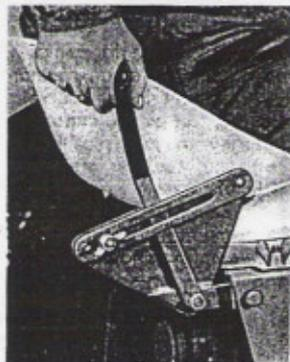

Fig. 29
- Commande du relevage à l'arrière du siège côté droit (fig. 29).